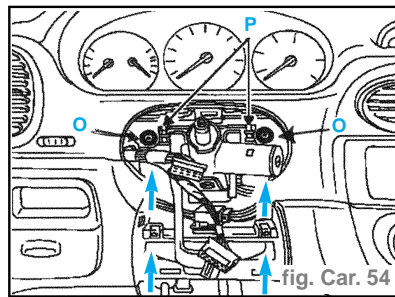

fig. Car. 54
- les deux vis (O) de fixation de planche de bord sur le fourreau de la colonne de direction (fig. Car. 54).
- les deux vis et les deux écrous de fixation de la colonne de direction, afin de dégager les deux clips (P) de la planche de bord.